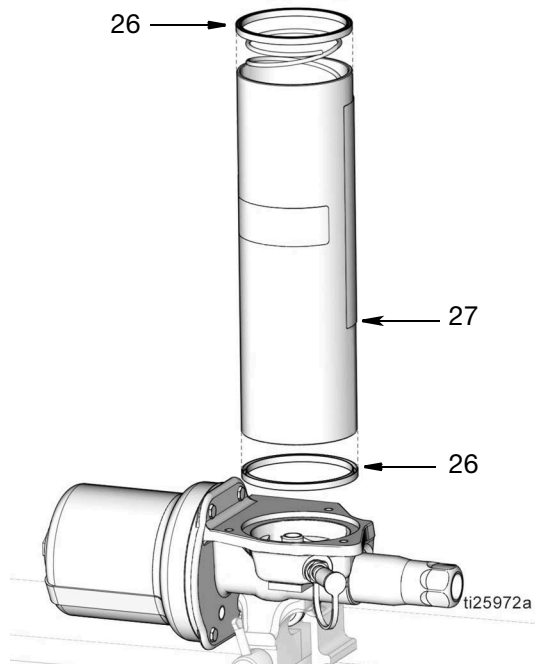

FIG. 56
11. Monte las juntas del depósito (26) en la parte superior y en la base del depósito (27) como se observa en FIG. 56.